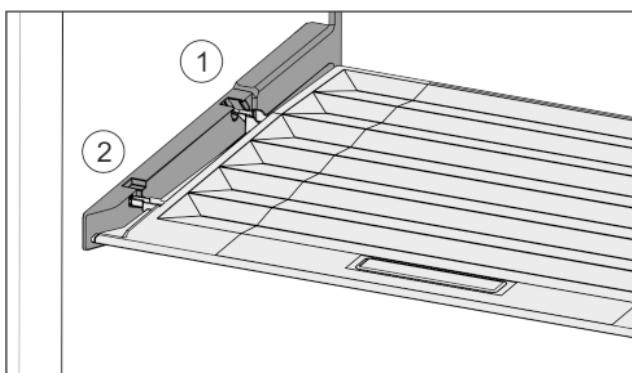

Fig. 27
- Вставить поперечные ребра крышки через отверстие заднего держателя *Fig. 27 (1)* и защелкнуть спереди в держателе *Fig. 27 (2)*.